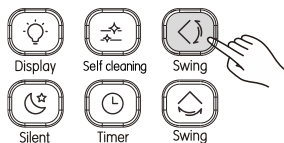

Fig. 3.11
- ① Quando l'apparecchio è acceso, premere  (vedi Fig. 3.11) per attivare l'inclinazione verticale. Si accende  e il comando viene inviato all'unità interna.